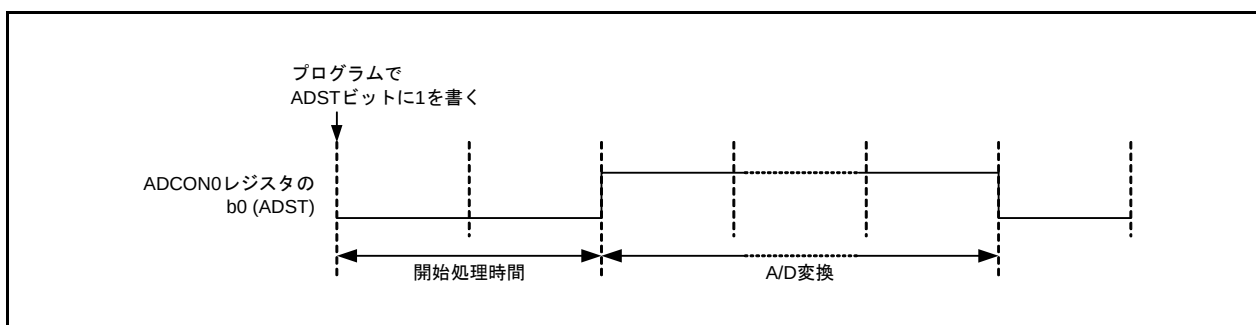

図 25.2 ADST ビットの動作
- プログラムで 1 を書いた場合、開始処理時間(「表 25.5 各 A/D 変換項目のサイクル数」参照)後に 1 (A/D 変換開始) になるため、1 を書き込み後すぐに読み出すと、0 (A/D 変換停止) が読めることがあります(図 25.2 参照)。